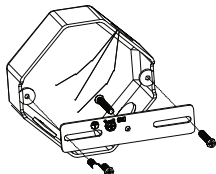

Fig. 2
02. Insérez la vis à métaux (partie 2) dans le trou central de la traverse (partie 7). Fixez la traverse à votre boîte de jonction (non incluse) avec 2 vis à métaux (partie 3). Assurez-vous que le filetage de vis du trou central pointe loin de la boîte de jonction (voir fig. 2).